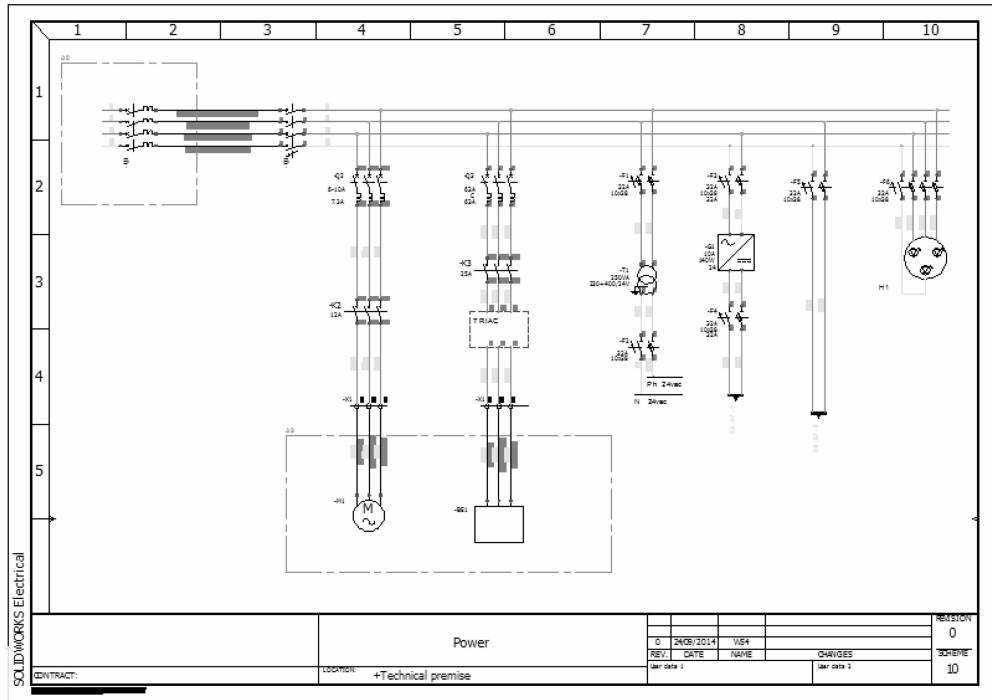

图 4-18 查看导入图纸
**步骤 6 查看导入图纸** 打开【页面 10】，使用标准工具查看图纸内容，如图 4-18 所示。